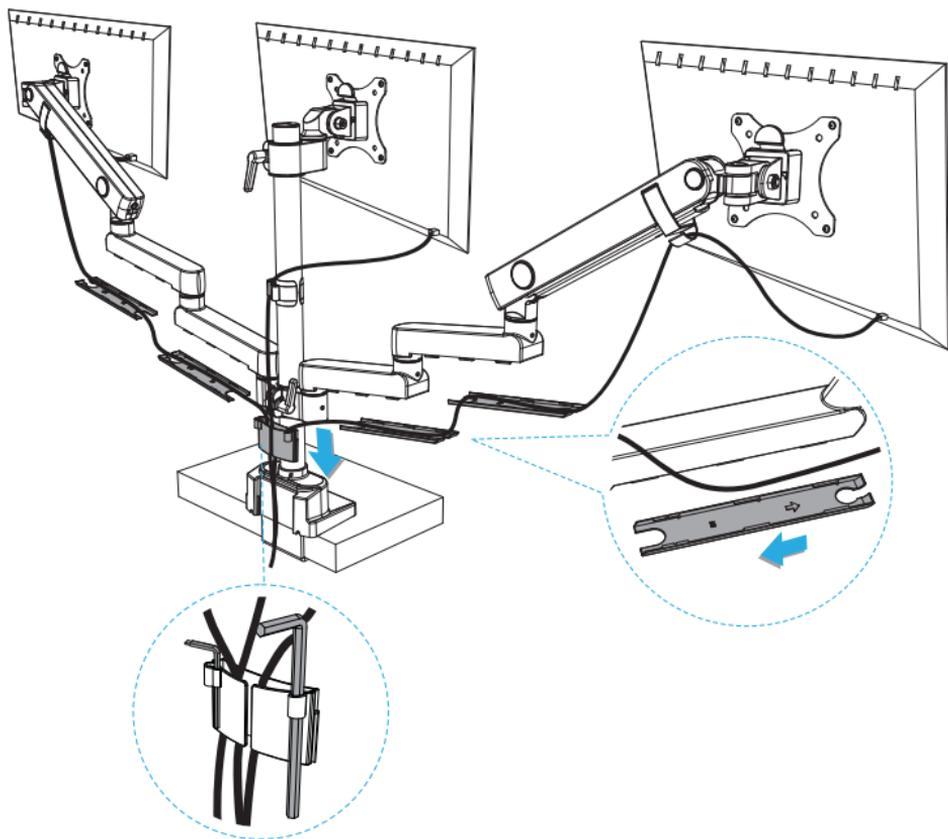

Abbildung 22
2. Führen Sie **das/die Kabel** durch die **Kabelkanäle** unter den **Schwenkarmen**, den **Kabelführungsclips** und dem **Werkzeughalter**. (Abbildung 22)
3. Montieren Sie die **Abdeckungen** wieder an den **Schwenkarmen**, indem Sie sie in Position schieben. (Abbildung 22)
4. Nutzen Sie den **Werkzeughalter**, um den **3mm** und **6mm Inbusschlüssel** für späteren Gebrauch abzustellen. (Abbildung 22)